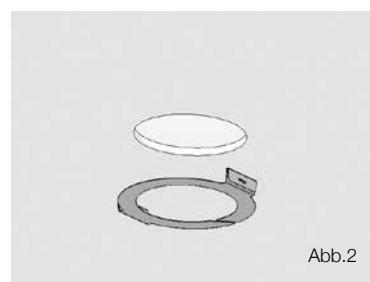

Abb.2
2. Schneiden Sie mit einer Stichsäge die Öffnung in die Decke und platzieren Sie dann den C-Ring in der gerade ausgeschnittenen Öffnung der Decke. (Abb.2)